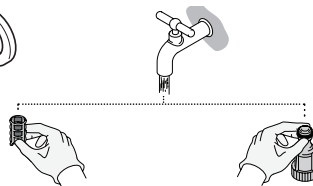

Fig. 26-2
4. Enjuague el filtro de agua (21a) con agua limpia (Fig. 26-2).